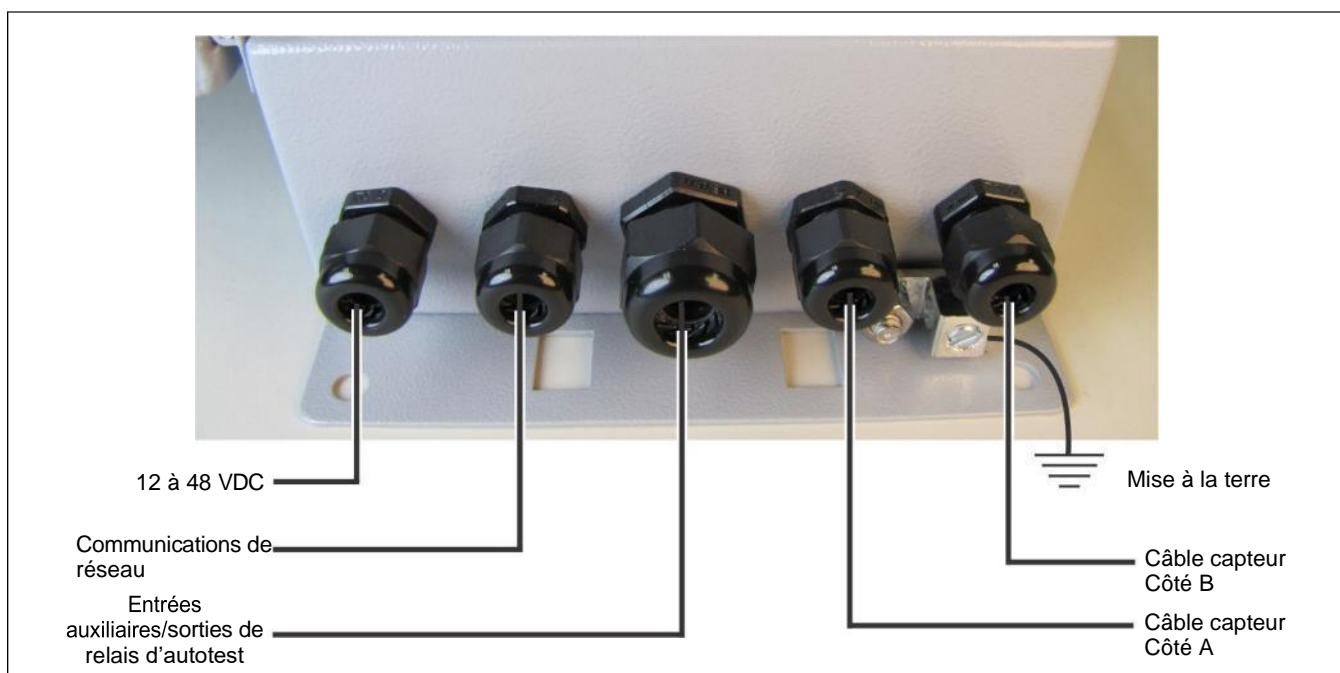

Figure 61 : Recommandations pour l'entrée des câbles
1. Retirez les deux presse-étoupes de 3/8 po du câble capteur sur le côté droit du boîtier (voir Figure 61 :).